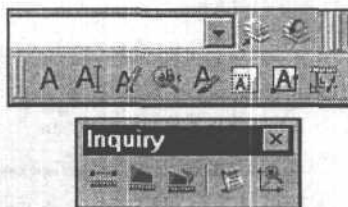

Рис. 4.4. Закрепленная **Text** и плавающая **Inquiry** панели инструментов в окне программы
После вызова панели необходимо удобно расположить ее в графической зоне окна программы. Плавающая панель в виде отдельного окна (рис. 4.4) состоит из заголовка окна и расположенных в окне кнопок. Закрепленная панель состоит из кнопок и двух близко расположенных ребер-вешек в начале панели (заголовок в этом случае отсутствует). Для перемещения панели в нужное положение на экране выполните следующие действия.
1. Два раза щелкните левой кнопкой мыши на заголовке окна панели (см. рис. 4.4), чтобы закрепить ее в горизонтальном положении. Двойной щелчок мышью на вешках закрепленной вертикально или горизонтально панели инструментов переводит ее в плавающее состояние.